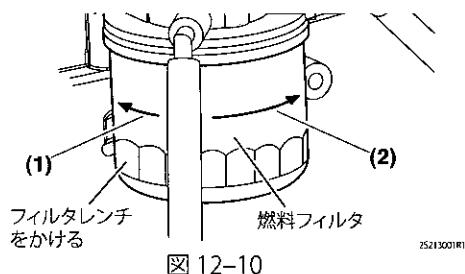

図 12-10
フィルタレンチを使って、燃料フィルタを左に回してはずしてください(図 12-10 (1))。このとき、フィルタ内の燃料が下にこぼれないよう布きれで受けてください。こぼした燃料は、きれいに拭き取ってください。
新しい燃料フィルタを取りつけてください。座面が取付面にあたるまで手で右にまわして締めてください(図 12-10 (2))。その後、フィルタレンチで規定トルク 19.6 ~ 23.5 N·m {2.0 ~ 2.4 kgf·m} で締めてつけてください。